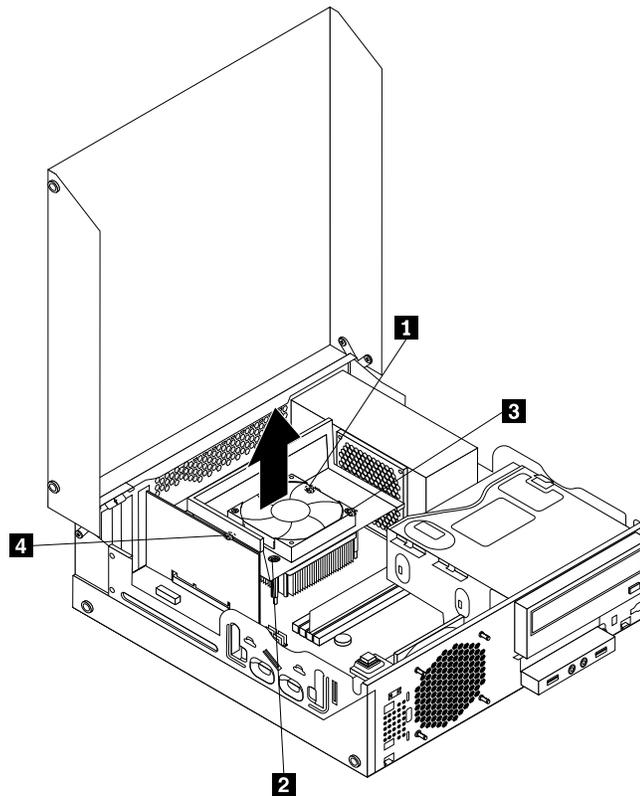

Figura 33. Tornillos que fijan el conjunto de ventilador y disipador de calor
8. Siga esta secuencia para instalar los cuatros tornillos para fijar el nuevo conjunto de disipador y ventilador, como se muestra en Figura 33 “Tornillos que fijan el conjunto de ventilador y disipador de calor” en la página 53: